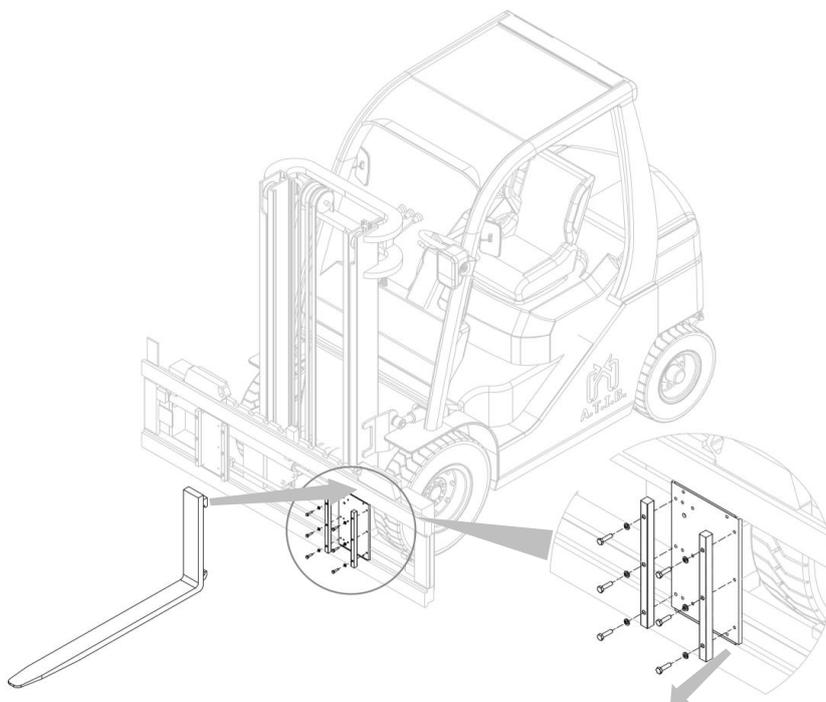

Abbildung 10
1. Montieren Sie die Gabelzinken, nachdem Sie die Gabelarretierungen aus den Adapterplatten abgeschraubt haben (siehe *Abbildung 10*). Der Montagevorgang der Gabelzinken ist für beide Gerätetypen gleich.